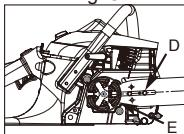

Fig. 3C
- Plasser åpningsenden av styreskinnen over skinnebolten (D). Skyv styreskinnen bak koblingstrommelen (E) til styreskinnen stopper. (Fig. 3C)